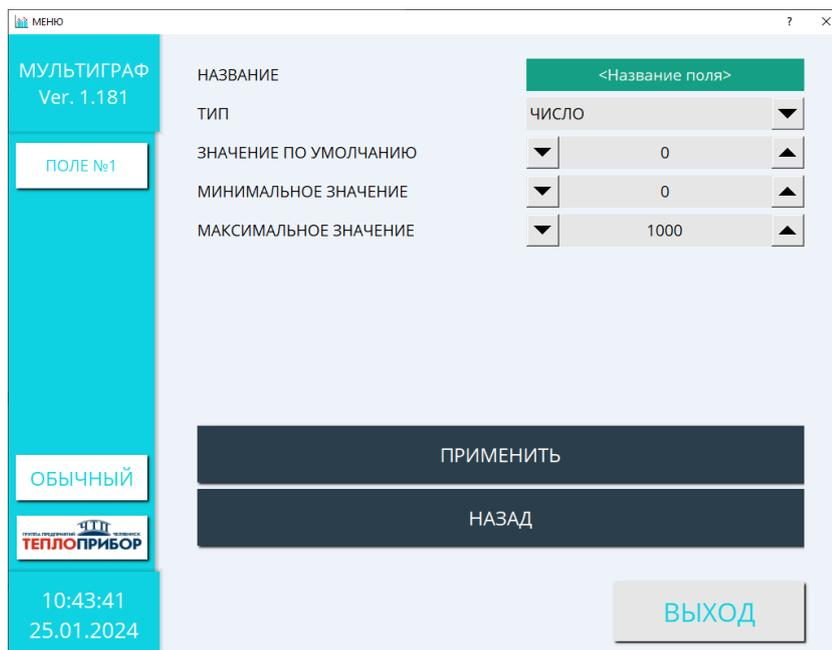

Рисунок 2.51 – Параметры настройки числового поля
- 4) «ЧИСЛО» - числовое поле (рис. 2.51). Вводимое значение должно быть целым, беззнаковым.